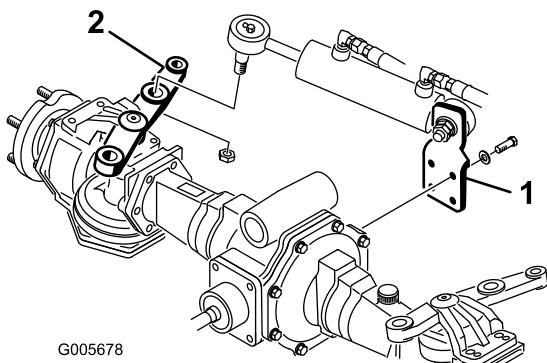

Bild 3
2. Befestigen Sie die Zylinderstützhalterung mit 4 Schrauben (M10 x 30) und Scheiben hinten an der Achse (Bild 3). Tragen Sie Loctite 242 oder ein Äquivalent auf und ziehen Sie die Schrauben auf 65 bis 81 Nm an.
4. Befestigen Sie das Kugelgelenkende mit der Mutter am Lenkarm (Bild 3) und ziehen Sie es auf 95-122 Nm an. Setzen Sie den Splint ein.